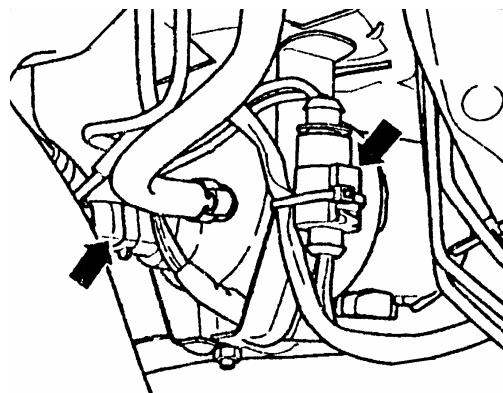

图 13-17 断开插头
- (1) 查取防盗收录机编码，关闭点火开关，断开蓄电池。
- (2) 举起汽车，拆下左前轮。拆下左前轮衬板。
- (3) 如图 13-17 所示。松开插头（箭头所示）。